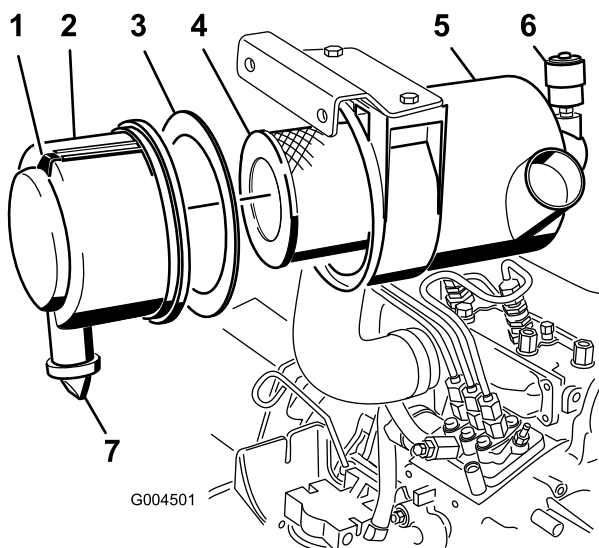

Figura 26
2. Compruebe el sistema de admisión de aire en busca de fugas, daños o abrazaderas sueltas (Figura 26).